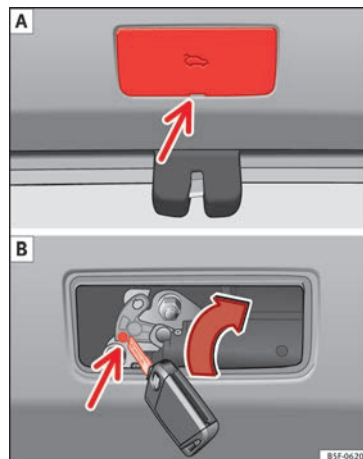

Abb. 7 Ausschnitt Gepäckraum: Zugang zur Notentriegelung
- Einen Schraubendreher in die Nut einsetzen und den Deckel entfernen » » **Abb. 7 A**.
- Führen Sie den Schlüssel in die dazu vorgesehene Öffnung ein und drehen Sie diese in Pfeilrichtung, bis die Sperrklinke » » **Abb. 7 B** austrastet.